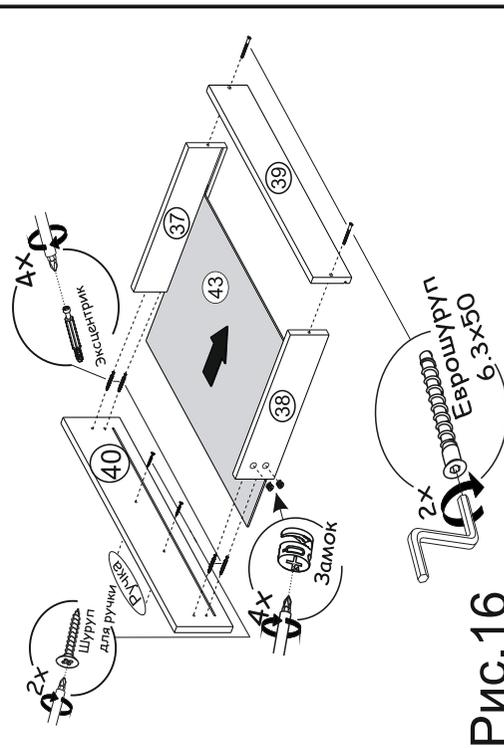

Рис.16
16) Скрепите между собой детали №37,38,39 еврошурупами 6.3x50 так, чтобы сошлись пазы. Деталь №43 установите в паз. Затем в деталь №40 вкрутите эксцентрик и прикрутите ручку шурупами. Далее соедините деталь №40 с деталями №37,38 и зафиксируйте замками (см. рис. 16).